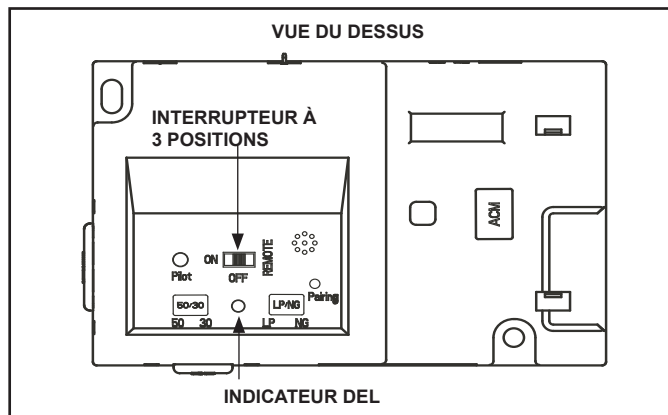

Figure 3.7. IFT-ECM
1. Le module de commande électronique (IFT-ECM) possède un commutateur de sélection à trois positions ON/OFF/REMOTE qui doit être réglé pour un bon fonctionnement. Voir la figure 3.7. Lorsque vous changez la position du commutateur, il est important de faire une pause de 1 à 2 secondes entre chaque position.